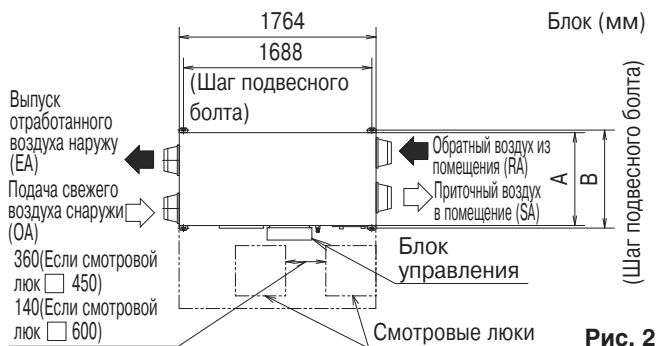

Рис. 2
**(1) Удостоверьтесь в позиционном соотношении блока и подвесных болтов. (См. рис. 2)** Оставьте место для сервисного обслуживания блока, включая смотровые люки. (Всегда продельвайте отверстие со стороны блок управления, чтобы обеспечить простоту проверки и обслуживания воздушных фильтров, теплообменных элементов, вентиляторов и элементов увлажнителя.)